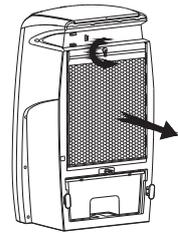

Fig.2
3. Estrarre delicatamente il serbatoio, avendo cura che il tubo della pompa dell'acqua non venga stratonato. Togliere la pompa dell'acqua dal suo alloggiamento non appena vi è abbastanza spazio per farlo. (**Fig.2**)
Ruotare in posizione orizzontale il gancio che tiene ancorato il filtro a nido d'ape al rinfrescatore (Fig.2) ed estrarlo delicatamente;